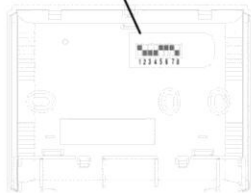

FIGURA 1
In cazul in care aveti mai multe dispozitive, este recomandat sa ii setati fiecare un cod pentru a evita interferentele. In figura 1 aveti prezentat codul centrului de control.
1. Pentru a seta adresa centrului de control, impingeti sigurantele in functie de codul dorit ca in Figura 1.